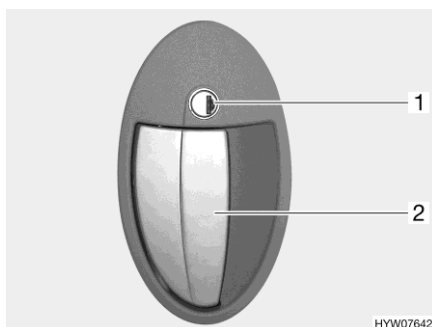

Fig. 28 Cerradura de la puerta
- Introducir la llave en el cilindro de cierre (Fig. 28,1) y girar en sentido de las agujas del reloj hasta que esté desbloqueada la cerradura de la puerta.
- Tirar del tirador de la puerta (Fig. 28,2). La puerta está abierta.
- Introducir la llave en el cilindro de cierre (Fig. 28,1) y girarla en sentido contrario a las agujas del reloj hasta que esté bloqueada la cerradura de la puerta.